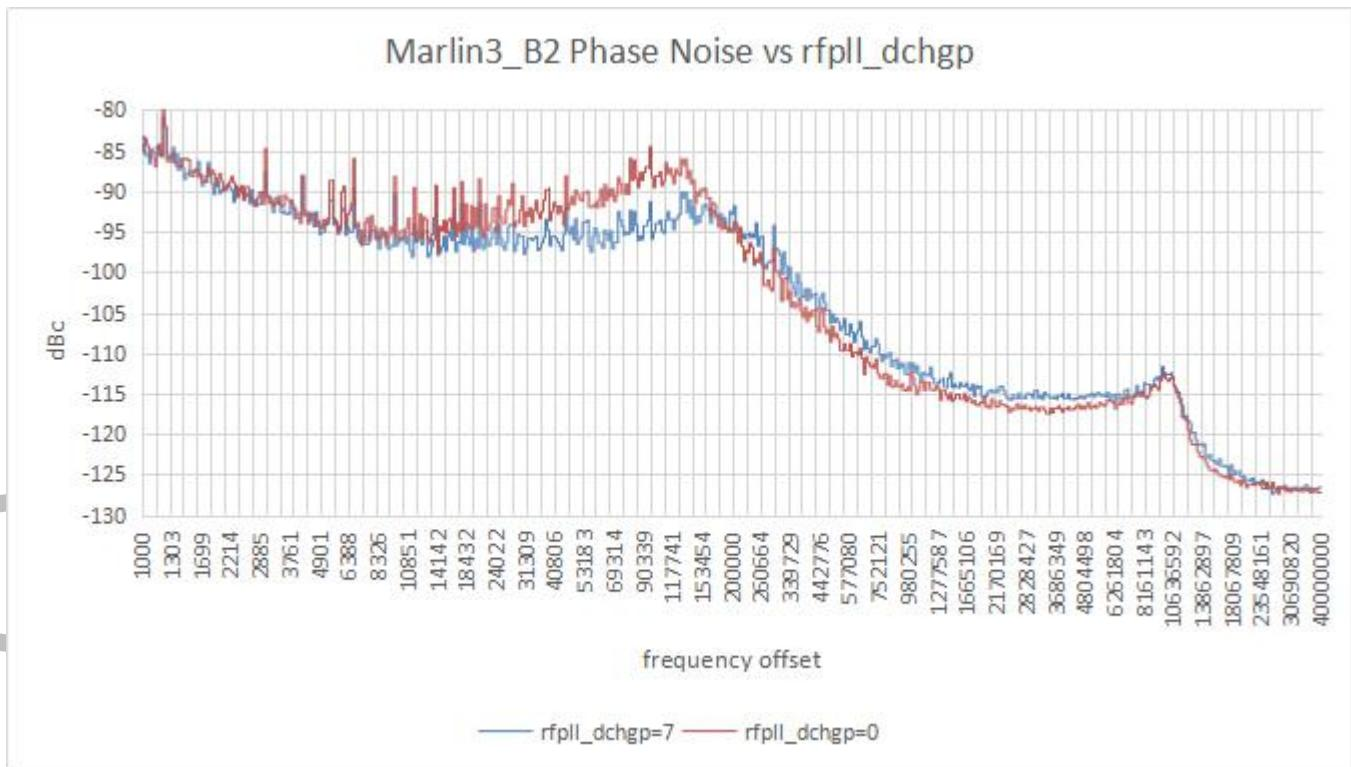

图 3
rfpll\_dchgp 寄存器对 Phase Noise 的影响如下图 3、4
- 根据图 3、4 推断影响 EVM 大小主要是 frequency offset 200KHz--1.2MHz 这一段的 Phase Noise，影响 EVM 抖动主要是 frequency offset 30KHz--200KHz 这一段的 Phase Noise。